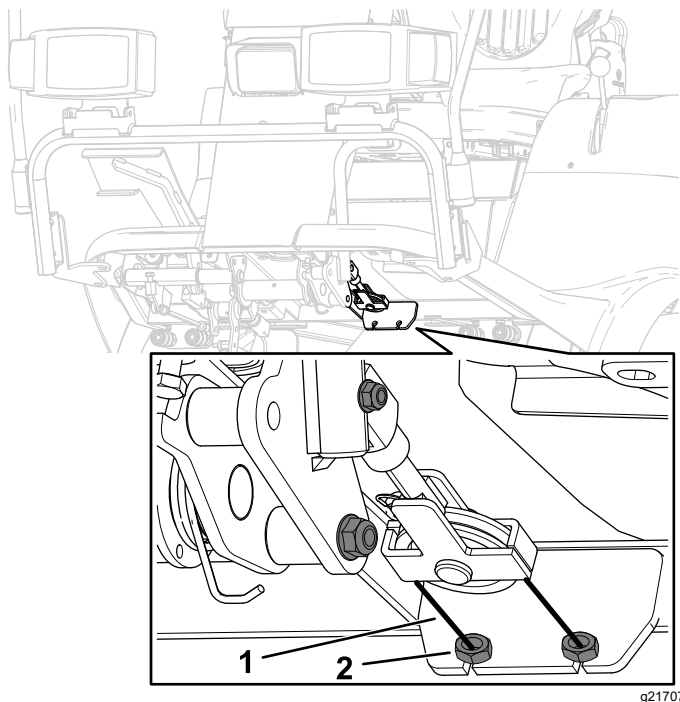

Figura 87
3. Dacă este necesară reglarea, slăbiți contrapiuliile din față i din spate de pe fiecare parte a cablurilor de frână (Figura 87).